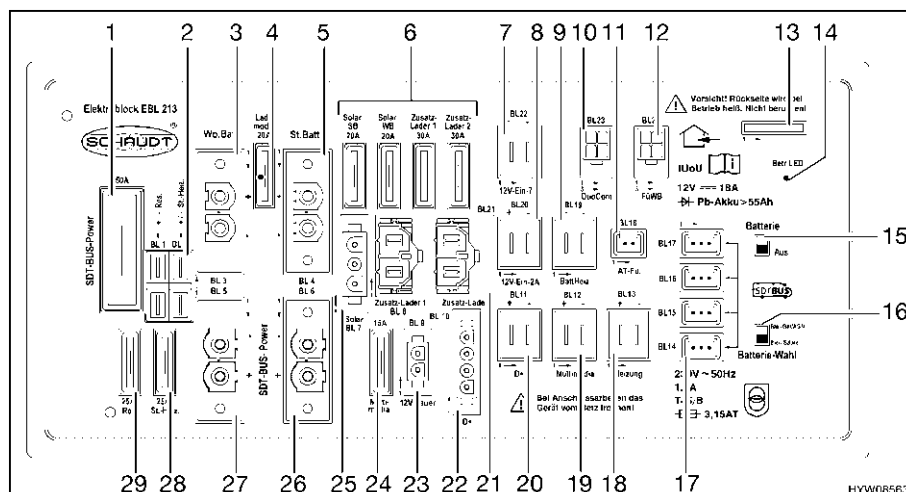

Fig. 103 Centralina elettrica (EBL 213)
■ Portare l'interruttore staccabatteria (Fig. 103,15) sulla centralina elettrica EBL 213 in posizione "Aus" (spento).
Ripresa dal periodo di fermo: ■ Portare l'interruttore staccabatteria (Fig. 103,15) sulla centralina elettrica EBL 213 in posizione "Ein" (acceso).